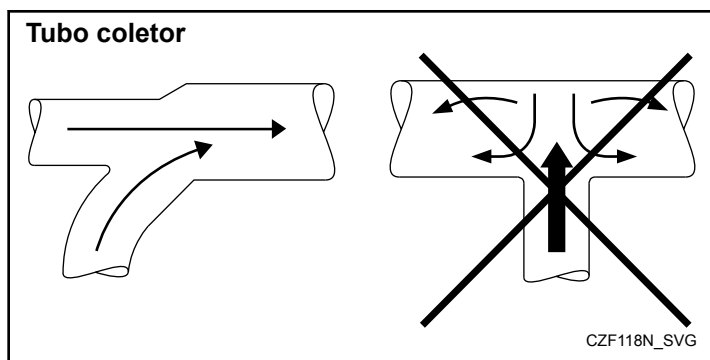

Figura 18
- O tubo coletor tem de apresentar um formato cônico, conforme ilustrado em *Figura 18*. O duto individual da máquina de engomar tem de entrar no tubo coletor num ângulo de 45°, na direção do fluxo de ar.
NOTA: Nunca ligue o duto da máquina de engomar a um tubo coletor num ângulo de 90°. Consulte *Figura 18*. Se o fizer, tal provocará uma contrapressão excessiva, resultando num fraco desempenho. Nunca ligue duas condutas de exaustão da máquina de engomar frente a frente, no ponto de entrada no tubo coletor.